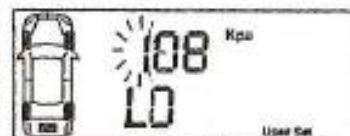
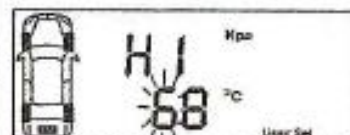

Рис. 29
Рис. 30
6. Для установки значений для пониженного давления (рис.29) и повышенной температуры (Рис.30) повторите шаги 1-5.